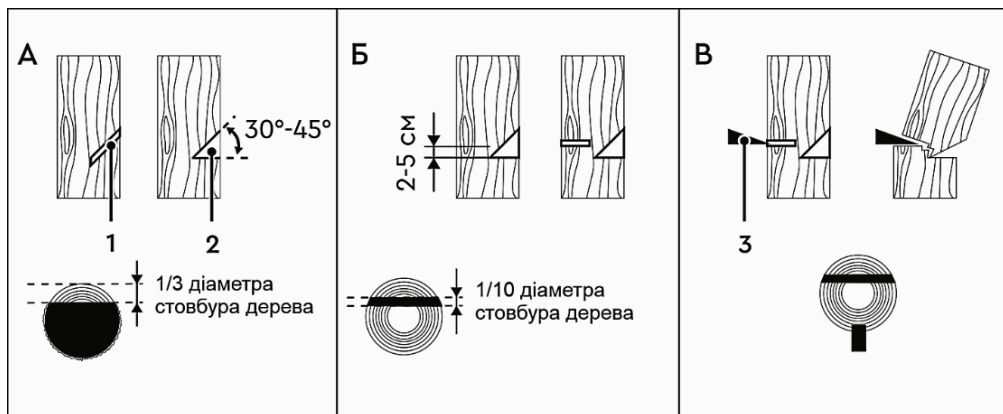

Рисунок 7
4.7.4 Виконання пропилів (рисунок 7)
Почніть пиляти дерево з того боку куди воно має впасти (1, рисунок 7-А).
Зробіть спрямовувальний клиноподібний пропил (2, рисунок 7-А) під кутом 30-45°, глибина якого приблизно дорівнює 1/3 від товщини стовбура.
Валочний розпил (рисунок 7-Б) зробіть із протилежного боку від клиноподібного пропилю, помістивши зубчастий упор бензопили на стовбур на 2-5 см вище нижнього краю клиноподібного пропилю. Завершіть пиляння тоді, коли до внутрішнього краю клиноподібного пропилю залишиться близько 1/10 діаметра стовбура. Коли робите валочний розпил, не намагайтеся пропилювати стовбур наскрізь до клиноподібного пропилю.
Частина стовбура, яка залишилася непропилюною, буде направляти його в необхідний бік. Коли дерево почне падати, зупиніть роботу бензопили та негайно відійдіть у безпечну зону. Якщо дерево не почало падати, необхідно забити клин (З, рисунок 7-В), після чого дерево почне падати в сторону клиноподібного пропилю.